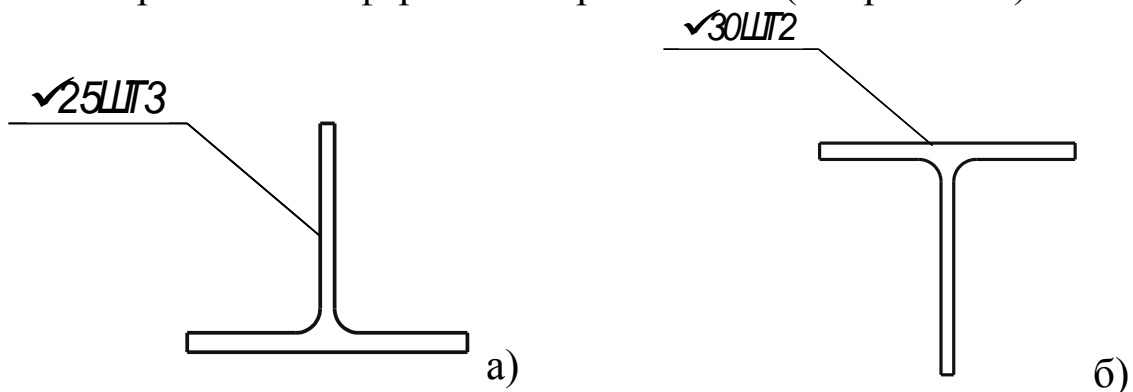

Рис. 21 Поперечные сечения поясов фермы
3. Нижний пояс фермы – тавр типа ШТ (см. рис.21 а).
4. Верхний пояс фермы – тавр типа ШТ (см. рис.21 б).